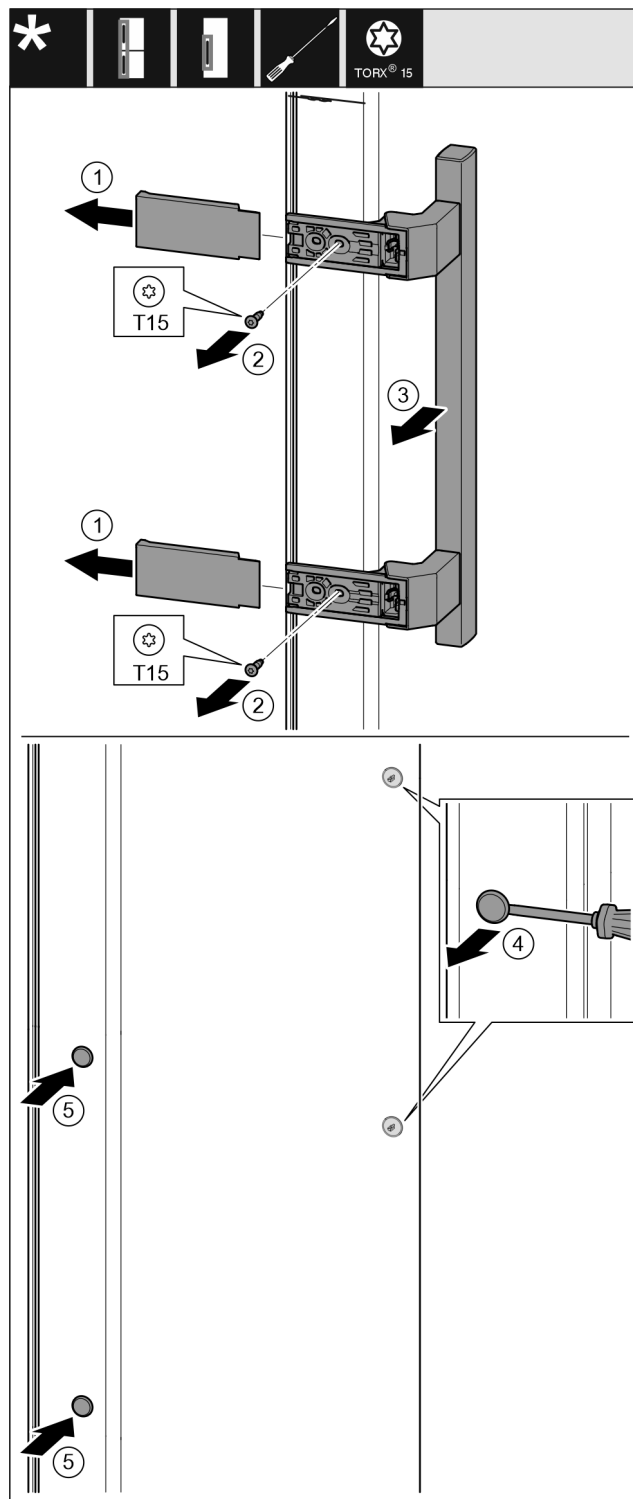

Fig. 19
- Snemite pokrov. Fig. 19 (1)
- Vijake odvijte z izvijačem Torx 15. Fig. 19 (2)
- Snemite ročaj. Fig. 19 (3)
- S ploščatim izvijačem previdno dvignite stranski čep in ga izvlecite. Fig. 19 (4)
- Čep ponovno vstavite na drugi strani. Fig. 19 (5)